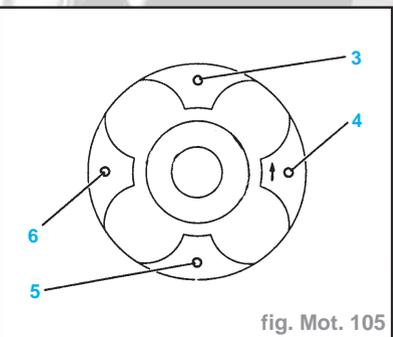

fig. Mot. 105
- Placer le pont de mesure KM-301 (2) sur la face d'étanchéité nettoyée du bloc-cylindres. Placer le comparateur MKM-571-B (1) dans le pont de mesure sous précontrainte (fig. Mot. 105).